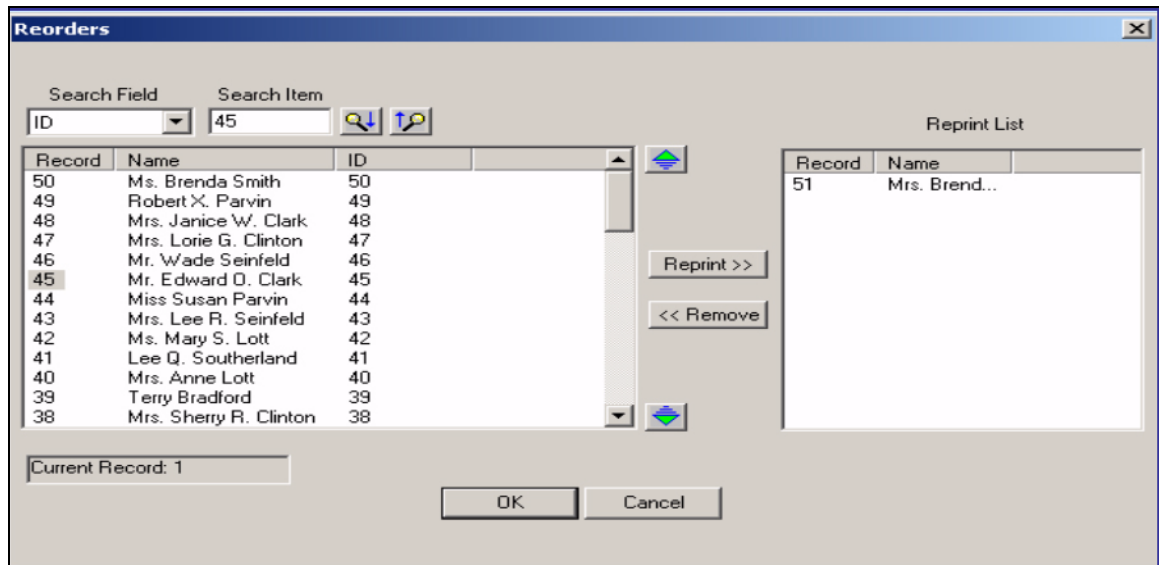

Рисунок 5-3: Экран перезапуска печати.
- Выбрать номер записи для повторной печати из списка записей в левой части открывшегося окна (см. Рис. 5-3).